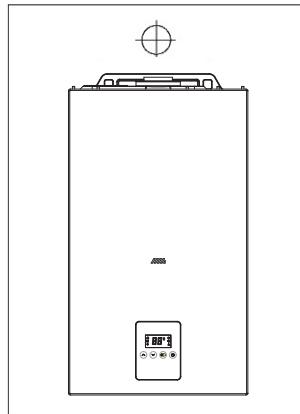

Рис. 9
- e) далее котел навесьте на подвесную панель (рис.9)